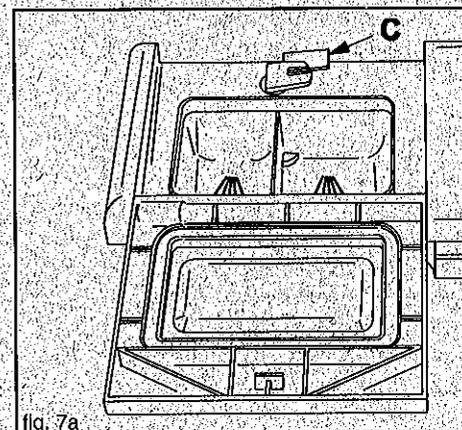

fig. 7a
- 1 Presser le levier de fermeture "C" (fig. 7a-7b). Le couvercle s'ouvre.